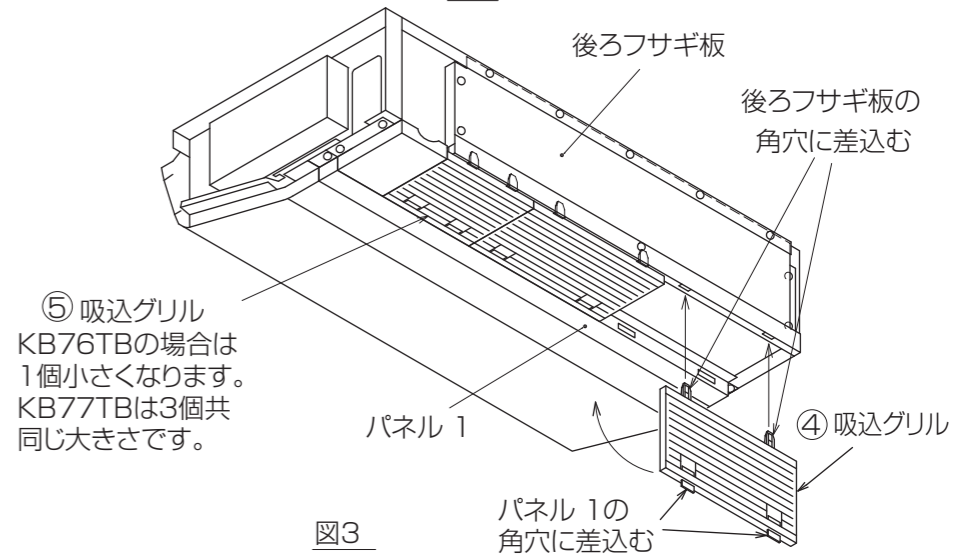

図3
- 吸込グリル差込み部(回転する方)を後ろフサギ板の角穴に奥まで差込み、グリルを回転させて反対側の差込み部をパネル 1の角穴に差込んで固定します。(図3)